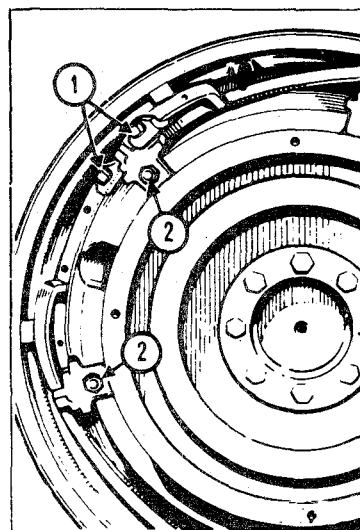

Fig. 31.
(zie fig. 31).
1. Verwijder de borgbouten uit de velgnokken (1 fig. 31).
3. Verwijder de moeren van de klem (2 fig. 31), smeer de schroefdraad en breng ze weer aan en laat ze met ongeveer 3 slagen vrij zitten.
7. Draai de moeren (2 fig. 31) in diagonale volgorde vast met een moment van 70 Nm (7 kgm) te beginnen bij de onderste moer.